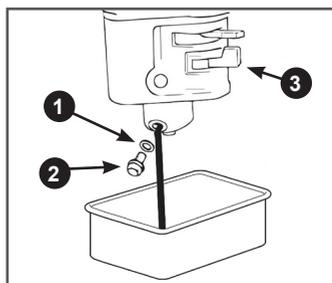

Рис. 37. Обслуживание карбюратора
1. Установите под карбюратор подходящую емкость (Рис. 37).
2. Установите рычаг топливного крана 3 в положение «ЗАКРЫТО» (Рис. 37).
3. Открутите болт 2 сливного отверстия и слейте топливо из поплавковой камеры карбюратора в подготовленную для этого ёмкость (Рис. 37).